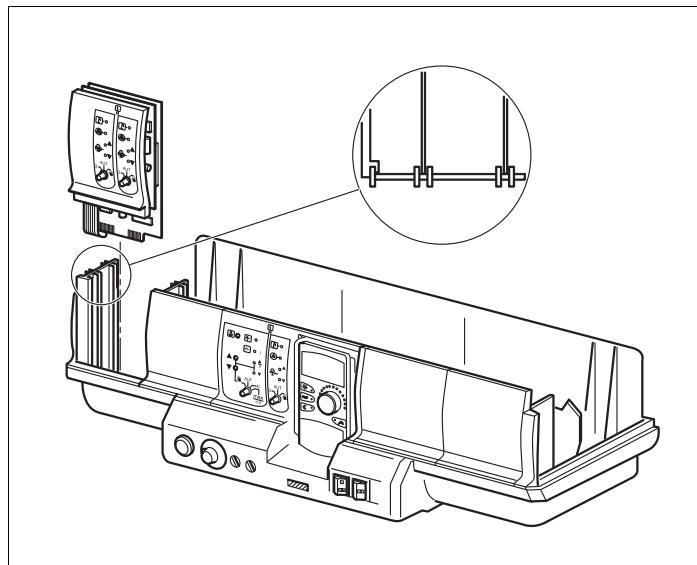

Рис. 20 Установка и демонтаж модуля
- Удалите заглушку из разъема 1 (→ рис. 20) в системе управления.
- Вставьте новый модуль до ощущимого защелкивания сверху в свободный разъем, нажимая на планку датчиков (→ рис. 20).
- Вставьте новый модуль до ощутимого защелкивания сверху в свободный разъем, нажимая на планку датчиков (→ рис. 20, стр. 35).